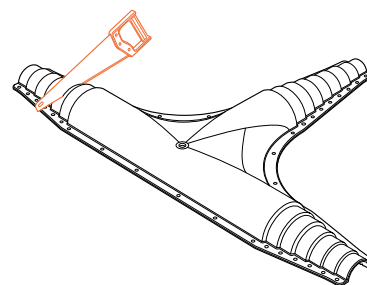

Рис. 4.6.1
1. Перед проведением монтажных работ ко втулке обжимного фитинга должен быть приварен отрезок стальной трубы длиной не менее 400 мм (рис. 4.6.1).
1. Обрезать концы верхней и нижней половин защитного кожуха по уровню метки, соответствующей наружному диаметру защитной оболочки трубы (рис. 4.6.1).